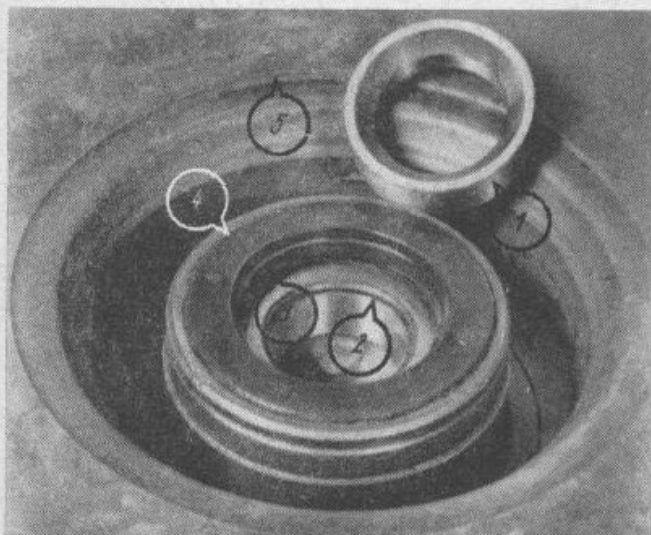

Bild 3-30 Radnabe mit Bremsscheibe des Moskwitsch 2140; 1 – Distanzring, 2 – großes Radlager, 3 – Radialdichtring, 4 – Radnabe, 5 – Bremsscheibe
- Bei Beschädigung des Radialdichtringes an der Dichtlippe (Bild 3-30) den defekten Dichtring mit Hilfe eines großen Schraubendrehers aus der Nabe drücken